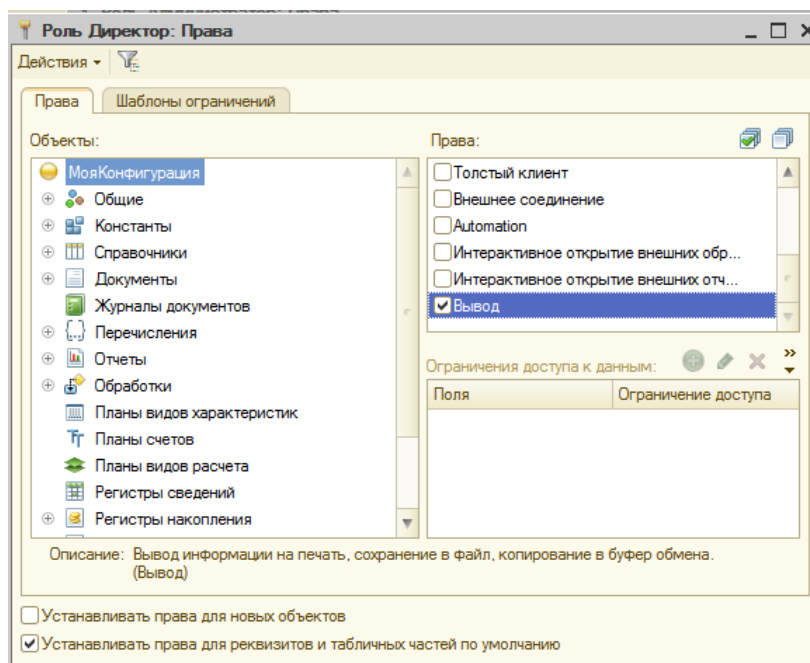

Рисунок 117 Установка прав для роли Директор
6. Для всей конфигурации установите право **Вывод** (рис. 117).